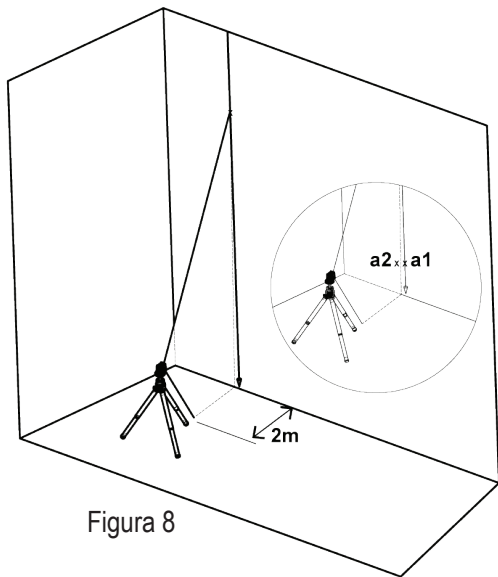

Figura 8
- 6) Marcați punctul **a2** pe perete, în mijlocul fascicului vertical, la aceeași înălțime cu **a1**. (vezi Figura 8).